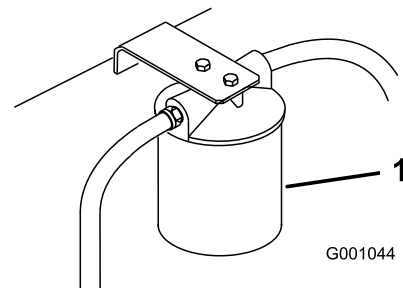

Figure 87
3. Placez un bac de vidange sous le filtre, déposez le filtre usagé et essuyez la surface du joint de l'adaptateur (Figure 87).